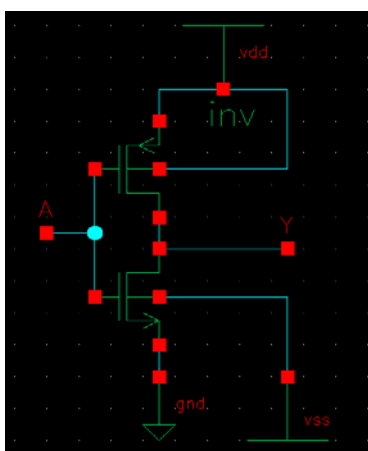

图 2.11 CMOS 反相器原理图
4.1 设计 CMOS 反相器原理图，如图 2.11 所示。